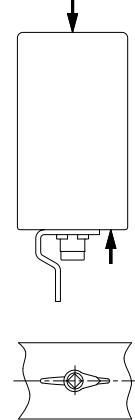

figure 3
3. Double effet A/A. Le disque et l'indicateur de position (58) doivent se trouver en position ouverte (voir figure 3). Avant le montage, alimentez en air comprimé le raccord inférieur de l'actionneur.